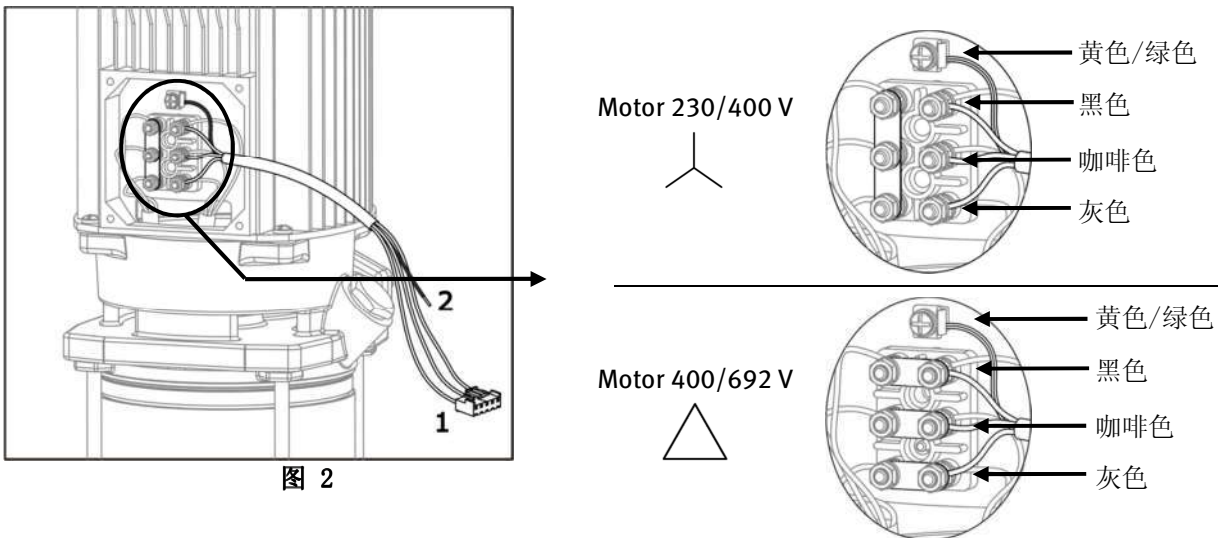

图 2
3.2.1) Speedrive 与三相输入连接 (图 2) :